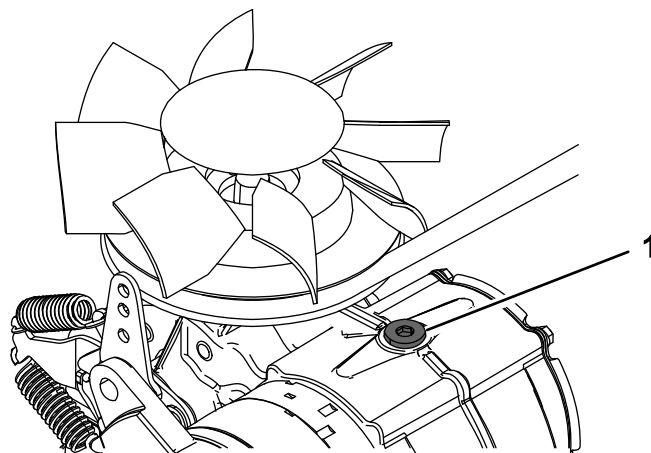

Figura 48
10. Afloje el tapón de ventilación de cada transmisión (Figura 48).